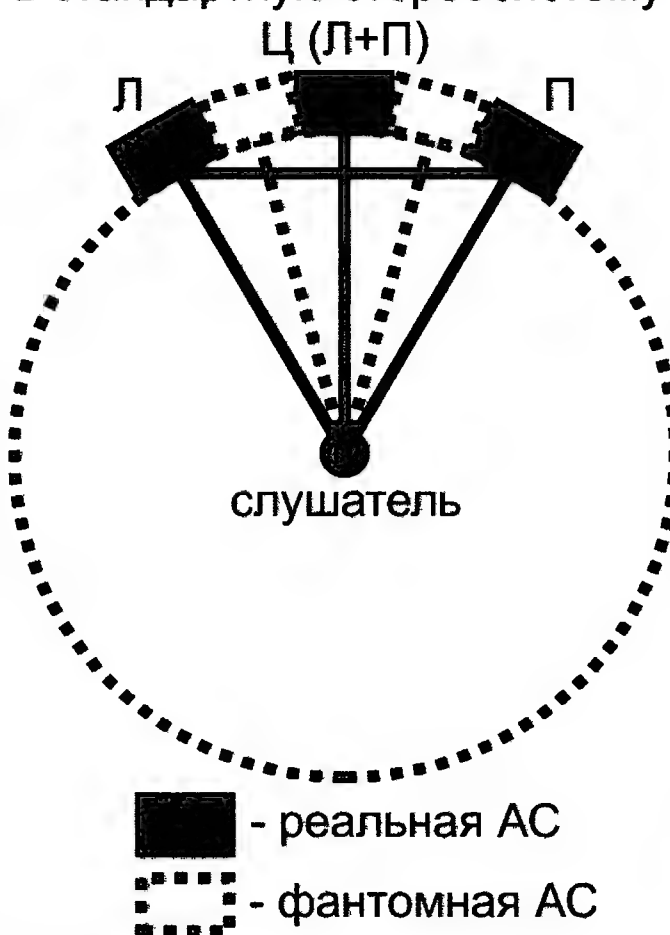

Рис. 9
Итак, первым простым решением, получившим распространение в основном в автомобилях и иногда в профессиональном озвучивании, стала банальная добавка к обычной стереофонической АС центрального канала, в который подана сумма левого и правого каналов воспроизведения. Это позволило сделать более стабильным центральный образ КИЗ, так как слух получил возможность зацепиться за реальное прямое звучание физического источника. Структурная схема расположения элементов стандартной стереофонической системы при введении в неё простого центрального громкоговорителя (для суммы сигналов) показана на **рис. 9**.
3. Стандартная стереоАС с добавлением простого центрального канала (см. рис. 9).